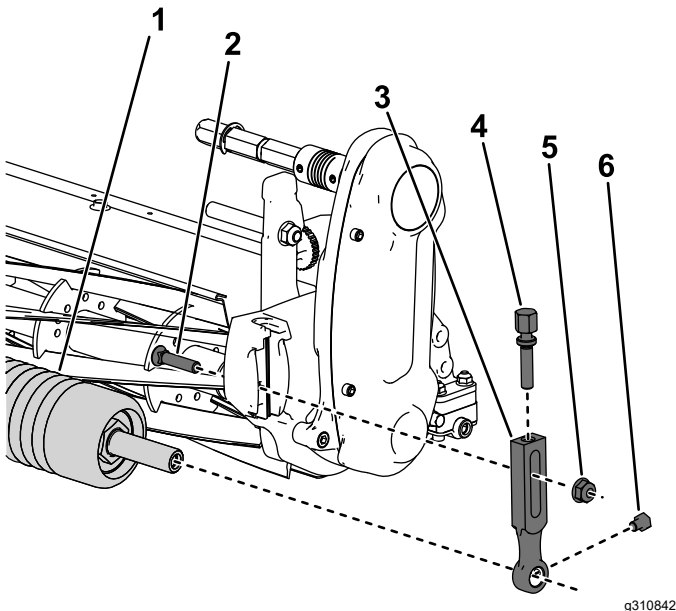

Рисунок 3
1. Зніміть кріпильний болт, шайбу і фланцеву гайку, що кріплять один із важелів регулювання висоти скошування до бічної пластини косильного блока (Рисунок 3).